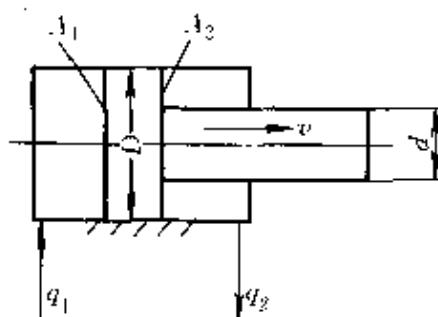

图 4-30 单出杆活塞缸
**例 3** 在图 4-30 所示的单出杆活塞液压缸中, 已知缸体内径  $D=125\text{mm}$ , 活塞杆直径  $d=70\text{mm}$ , 活塞向右运动的速度  $v=0.1\text{m/s}$ , 求进入液压缸的流量  $q_1$  和排出液压缸的流量  $q_2$  各有多少?